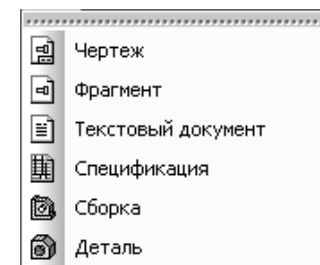

Рис. 4.63. Всплывающее меню кнопки **Создать**
- щелкните на панели инструментов **Стандартная** по стрелке, направленной вниз и расположенной справа от кнопки **Создать** – . Появится всплывающее меню (рис. 4.63).
- щелкните на панели инструментов **Стандартная** по стрелке, направленной вниз и расположенной справа кнопки **Создать** – . Появится всплывающее меню (см. рис. 4.63);